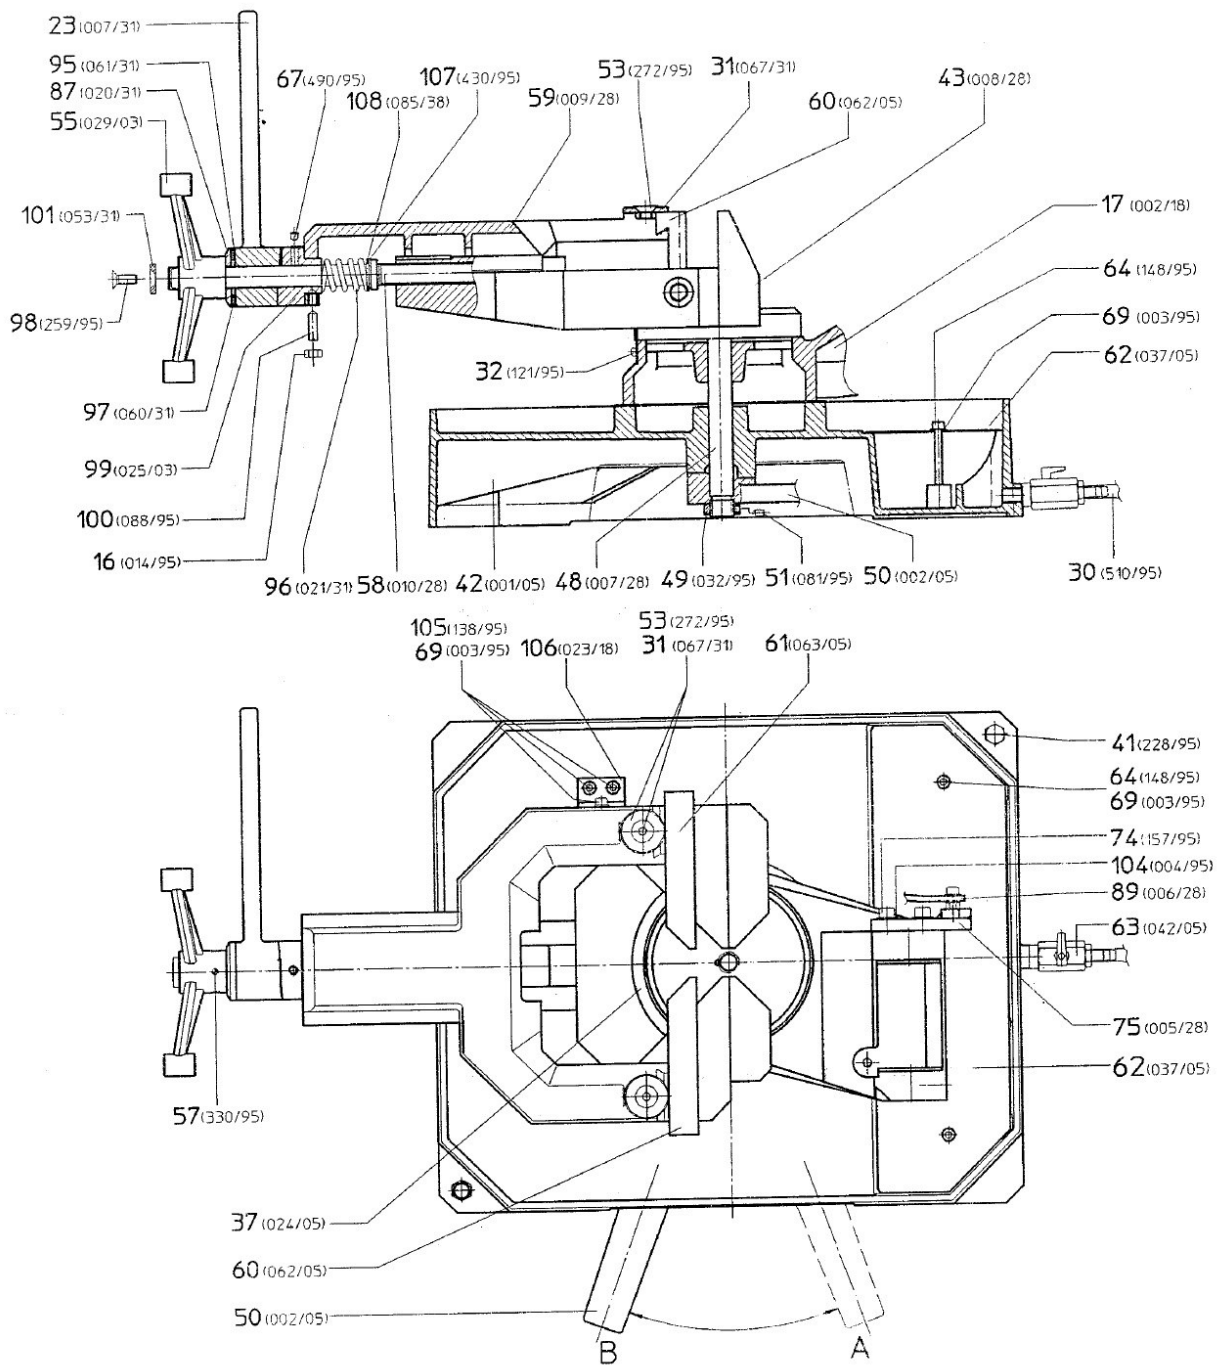

Abb. 17: Ersatzteilzeichnung 4 - MKS 250 N / MKS 255 N
Schritt 1: Die Spannbacke [Abb. 17, 60] abmontieren, den Spannstock [Abb. 17, 59] komplett entnehmen, in dem man das Handrad [Abb. 17, 55] dreht.
Schritt 2: Die Schraubstock-Führungen [Abb. 17, 43 und 59] schmieren und einen Tropfen Öl in den Schmierpunkt [Abb. 17, 67] hinter dem Handrad gießen.